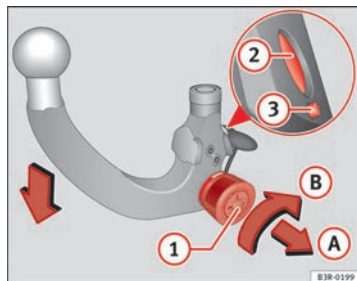

Abb. 169 Abnehmbare Anhängervorrichtung: Kugelstange vorspannen
- Stecken Sie den Schlüssel (1) ⇒ Abb. 169 in das Schloss am Handrad und drehen sie ihn in Richtung der roten Markierung.
- Ziehen Sie das Handrad in Pfeilrichtung (A) heraus und drehen Sie es anschließend in gezogener Position in Pfeilrichtung (B) bis der Verriegelungsbolzen (2) einrastet und der Auslösebolzen (3) sichtbar ausfährt ⇒ Δ.